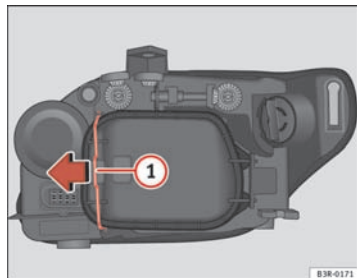

Fig. 212 Feu de position (côté extérieur véhicule)
- Déplacez le tirant ⇒ fig. 212 ① dans le sens de la flèche et retirez le couvercle rigide en séparant d'abord le côté du tirant et en ôtant ensuite les deux languettes de l'autre extrémité du couvercle.